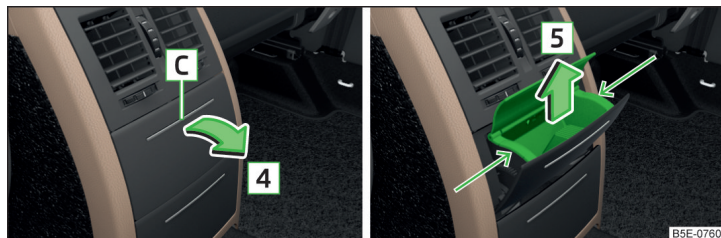

Fig. 80 Consola central alta: Abra hacia atrás el cenicero/Extraiga hacia atrás el suplemento del cenicero
- Presione sobre la cubierta del cenicero en la zona » fig. 80.
- Presione la cubierta con cuidado en la dirección de la flecha hasta el tope » fig. 80.